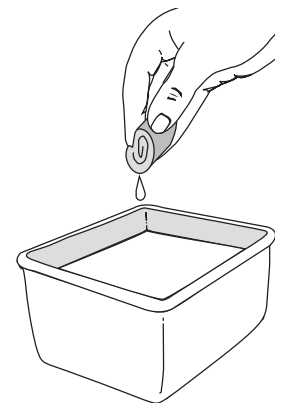

Fig. 25
3. Lave el filtro con agua y detergente (Fig. 25). Enjuague bien el filtro. Escurra el exceso de agua. Déjelo secar por completo.